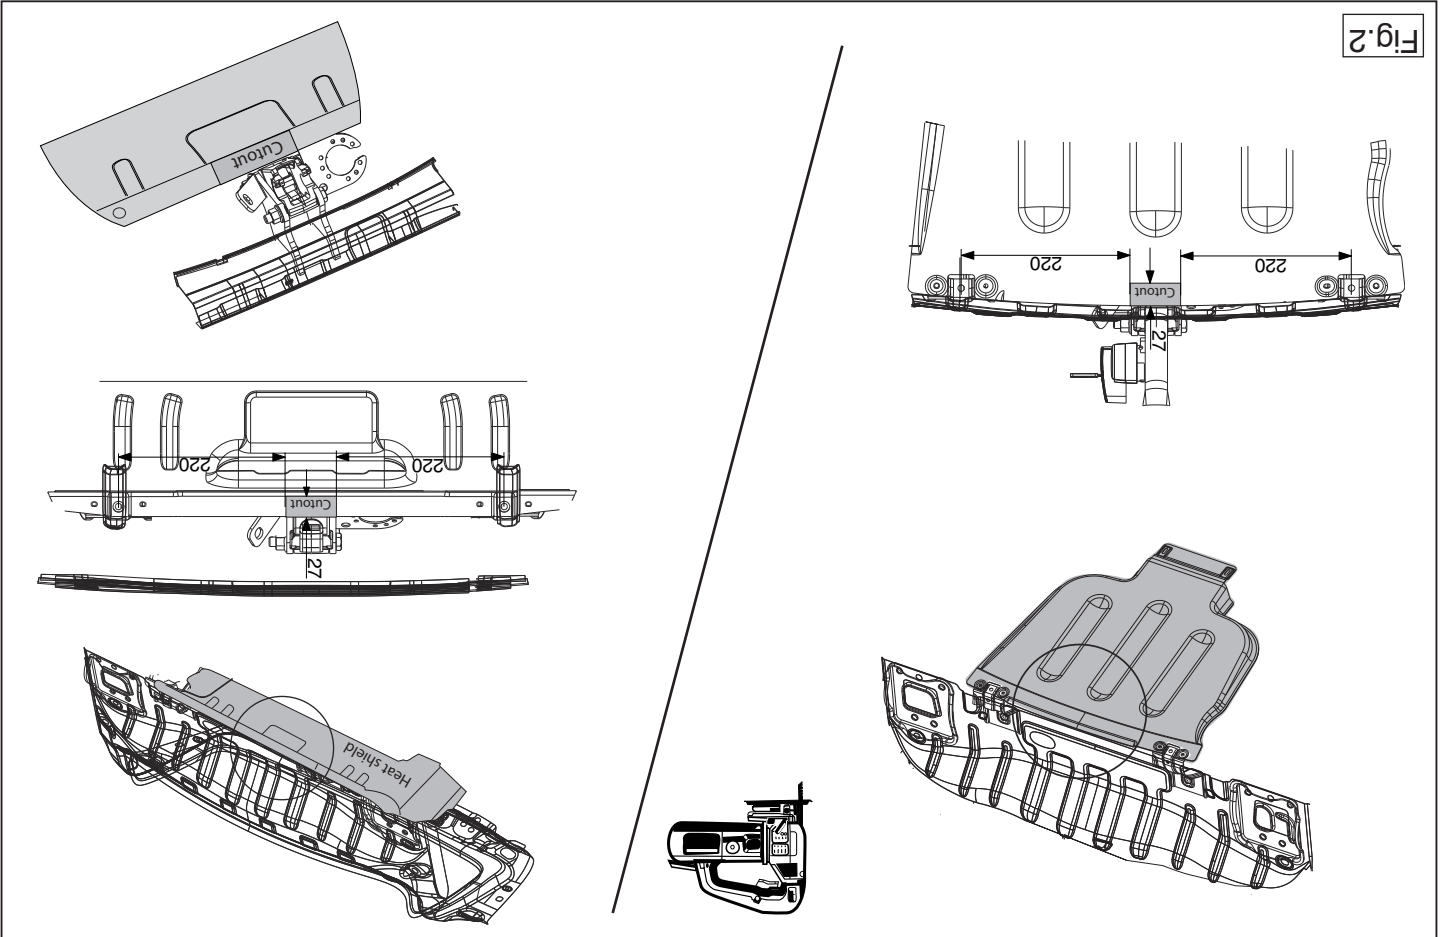

Fig. 2
8. Saw out the indicated section in accordance with figure 2.
8. Gemäß Abb. 2 das angegebene Teil ausschneiden.